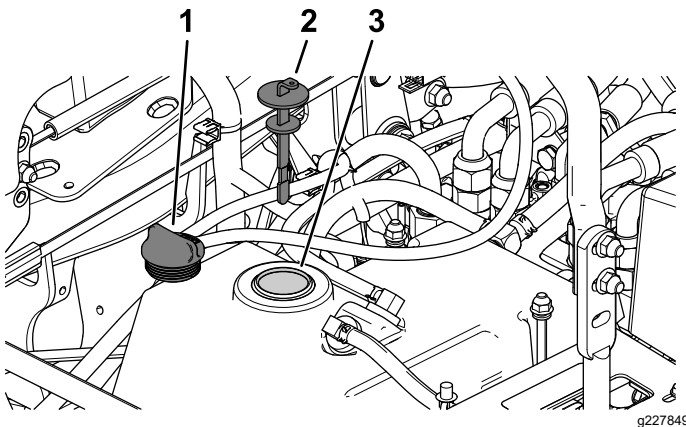

Figure 68
5. Remettez le bouchon du réservoir hydraulique (Figure 68).
6. Retirez la jauge et essuyez-la sur un chiffon propre (Figure 68).